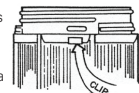

FIGURA 3
1. Los bombillos de las luminarias Champ® Serie VMV cat. No. G24 utilizan una guarda integral cat. No. P21. Los segmentos roscados de la guarda y el bombillo son de un largo diferente para asegurar que el bombillo y la guarda coincidan adecuadamente durante su ensamble. El seguro (clip) en la guarda ayuda a asegurarla al bombillo. Ver la figura 3.